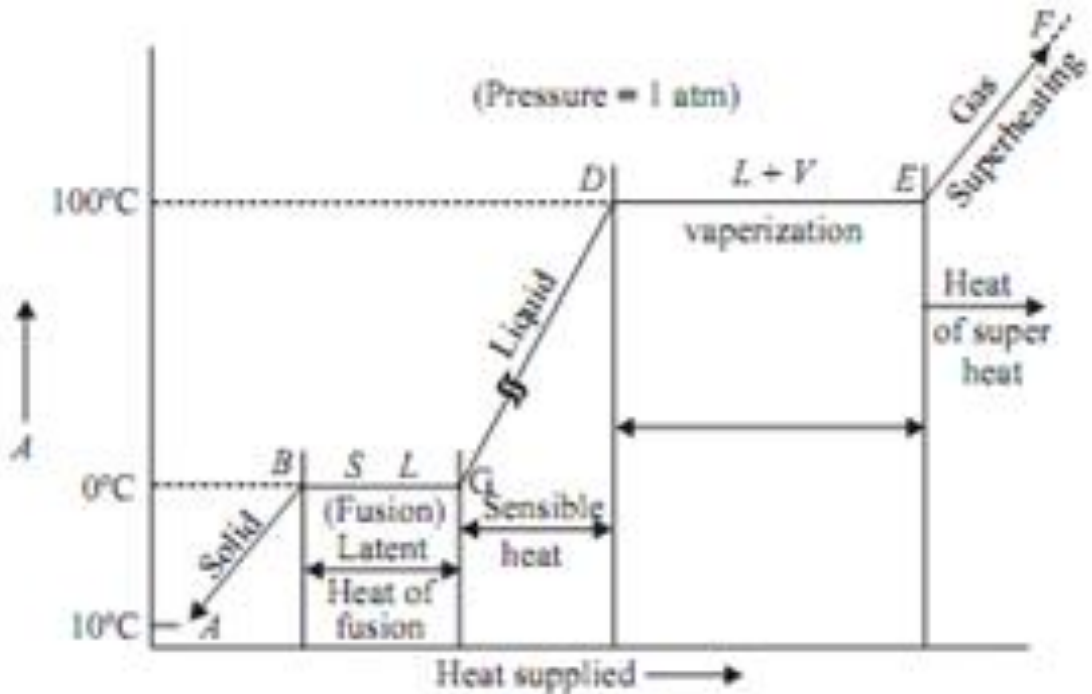

Figure 2.7
- T-H (टेम्परेचर – एंथाल्पी) Figureचा वापर करून वाफेची निर्मिती कशी होते हे Figure 2.7 मध्ये दाखविलेले आहे.